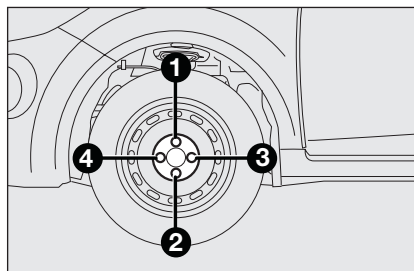

fig. 8
- ☐ apriete de todos los tornillos, alternando de un tornillo al opuesto y siguiendo el orden indicado en la **fig. 8**.
- ☐ Utilizando la llave inglesa suministrada, apriete por completo los tornillos en la secuencia mostrada anteriormente en la **fig. 8**;